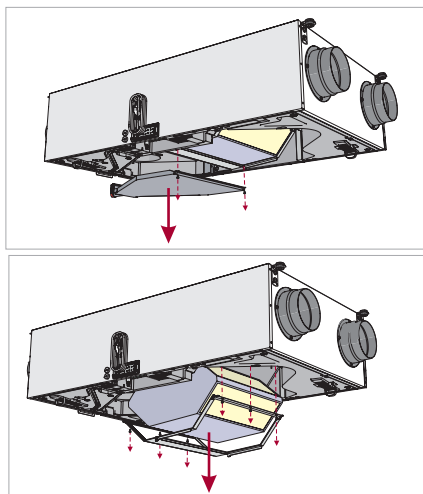
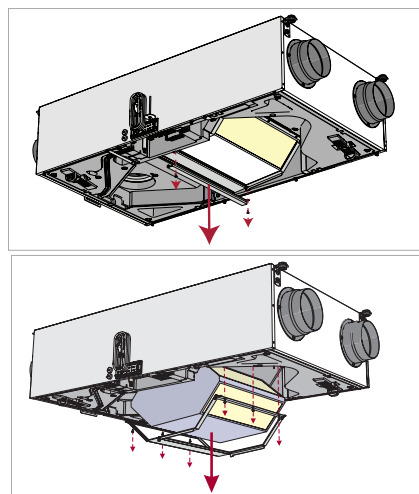
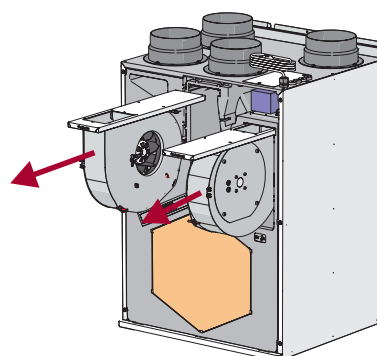

Figuur 6.5.1. Smarty 2X P
Figuur 6.5.2. Smarty 2X P E
Figuur 6.6.8. Smarty 3X P / 4X P
OPMERKING. Voordat u de stappen in *Figuur 6.5.1* / *Figuur 6.5.2*, uitvoert, moeten de stappen in *Figuur 6.3.1* worden uitgevoerd.
OPMERKING. Voordat u de stappen in *Figuur 6.6.7*, uitvoert, moeten de stappen in *Figuur 6.3.1* (1-3) en *Figuur 6.5.1* (1-4) / *Figuur 6.5.2* (1-2) worden uitgevoerd.
OPMERKING. Voordat u de stappen in *Figuur 6.6.8*, uitvoert, moeten de stappen in *Figuur 6.3.2* en *Figuur 6.5.4* (1-3) worden uitgevoerd.
- Bij het verwijderen van de demper moeten de stappen in *Figuur 6.3.1* (1-3), *Figuur 6.5.1* of *Figuur 6.5.2* (1-3), *Figuur 6.6.7* (1-3) worden uitgevoerd voor Smarty 2X P, en stappen in *Figuur 6.3.2*, *Figuur 6.5.3* of *Figuur 6.5.4* (1-3), *Figuur 6.6.8* (1-2) voor Smarty 3-4X P.